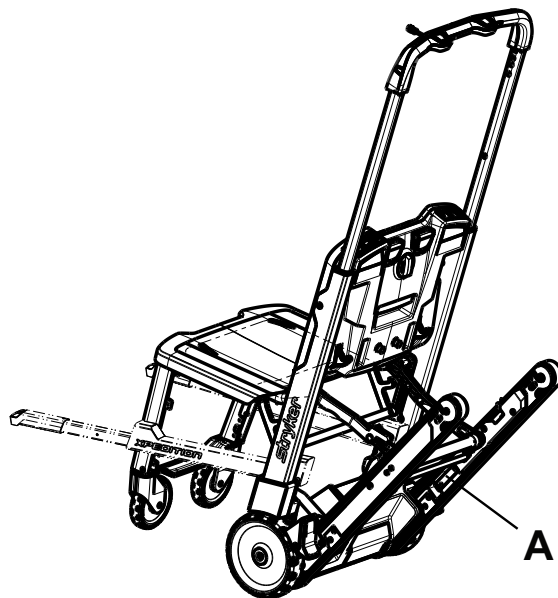

Figura 3 – Posizione del numero di serie - Xpedition
Vedere di seguito per la posizione del numero di serie della sedia (A) (Figura 3).